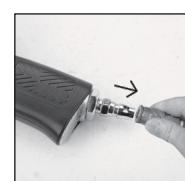

Figura 6
- Deconectați unealta de la alimentarea cu aer. (A se vedea figura 6)